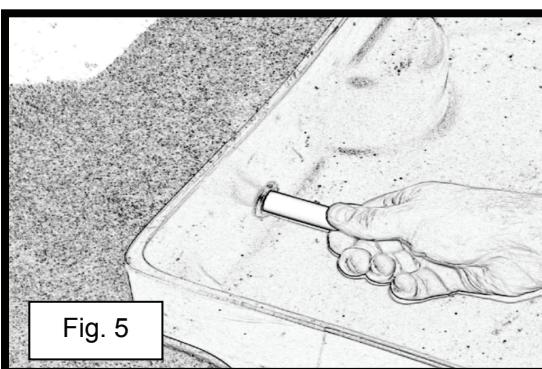

Fig. 5
- 4) Após instalar todas as anilhas, proceder à instalação do tubo de Teflon na primeira anilha. Alinhar o diâmetro externo do tubo com o diâmetro interno da anilha (ver a fig. 5). Inserir o tubo na anilha suficientemente para que se possa apoiar por si só.
- 1) Levantar um centro de acumulação ligeiramente e bater levemente na borda superior do outro centro de acumulação a ele unido (ver a fig. 5).